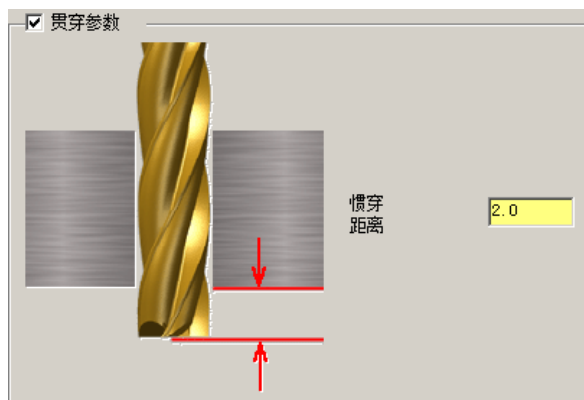

图 9.2.17 “贯穿参数”设置
Step4. 设置贯穿参数。在“2D 刀具路径一外形”对话框左侧的节点列表中，单击 ☒ **贯穿** 节点，设置图 9.2.17 所示的参数。